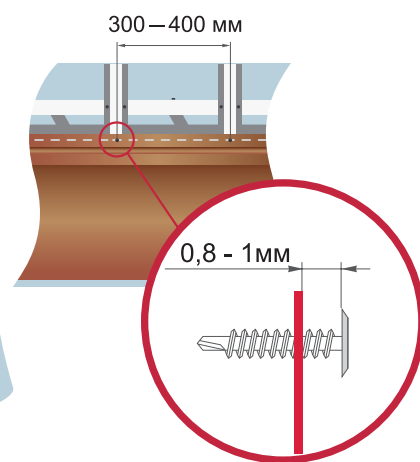

рис.6
5. Нельзя вкручивать саморез вплотную к панели Блок-Хауса. Расстояние от 0,8 до 1 мм предотвратит деформацию панели при линейном расширении и сужении сайдинга (рис.6);